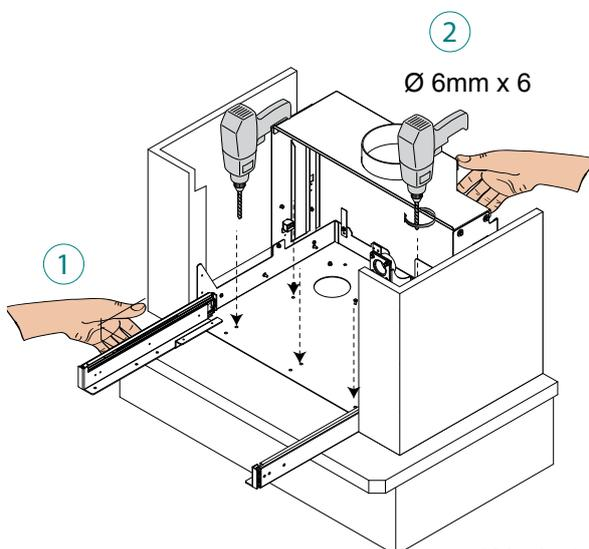

Abb. 6.1.8
- 8) Stellen Sie die Stützkonstruktion des Ofeneinsatzes an der vorgesehenen Montagestelle (1) auf, markieren und bohren Sie 4 Löcher mit je $\text{Ø } 6 \text{ mm}$ für die Befestigung (2) – benutzen Sie die Basis der Konstruktion als Schablone. Bohren Sie dann die Löcher mit einem Bohrer mit 6 mm Durchmesser (Abb. 6.1.8)